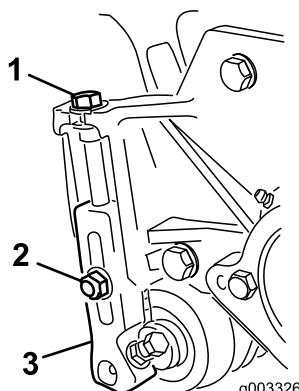

Bild 18
1. Lösen Sie die Sicherungsmuttern, mit denen die Schnitthöhenarme an den Seitenplatten der Schneideeinheit befestigt sind (Bild 18).